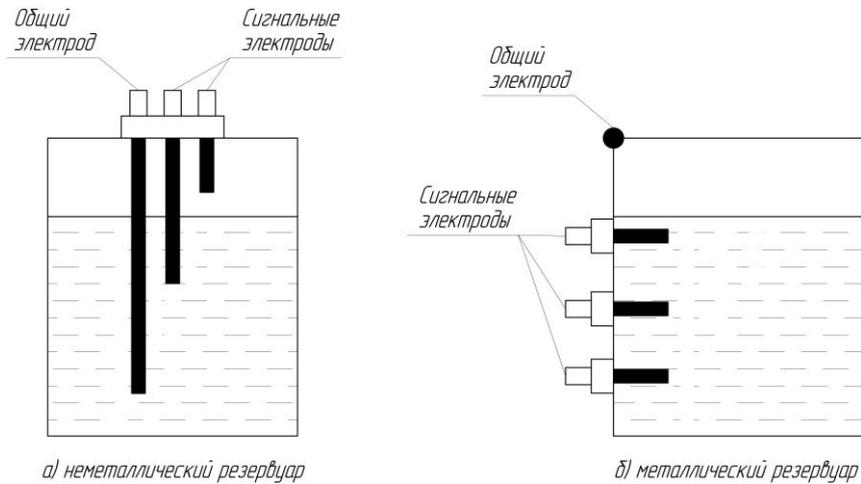

Рисунок 2.1 – Схема размещения электродов в резервуаре
2.2 При контроле уровней жидкости в металлическом резервуаре в качестве общего электрода может быть использован корпус резервуара (рисунок 2.1.б).